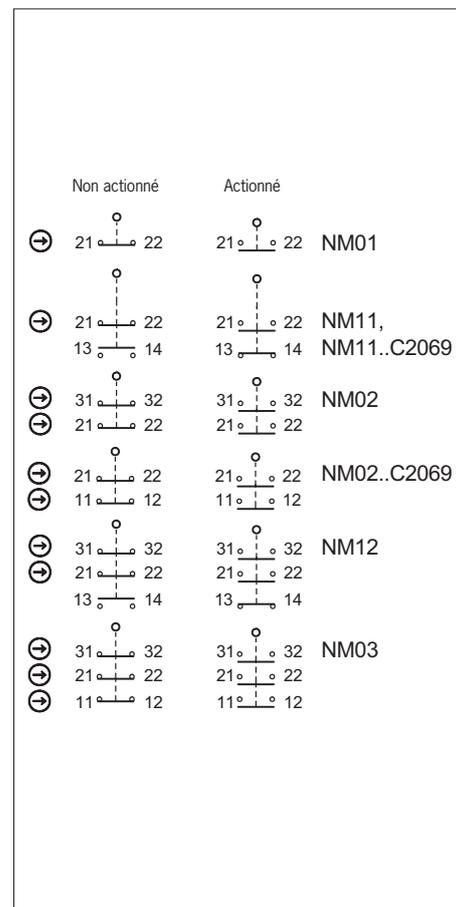

Fig. 7 : Éléments de commutation et fonctions de commutation
Utiliser au moins un contact  $\ominus$ . Celui-ci signale la position du protecteur (affectation des contacts, voir Fig. 7).
- Effectuer le raccordement et serrer les bornes au couple de 0,5 Nm (affectation des contacts, voir Fig. 7).